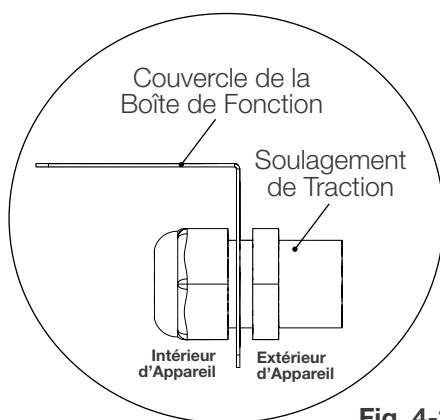

Fig. 4-3
- Installez le nouveau soulagement de traction (fourni) dans la nouvelle plaque de recouvrement (**Fig. 4-3**). Mettez les fils à travers le soulagement de traction.